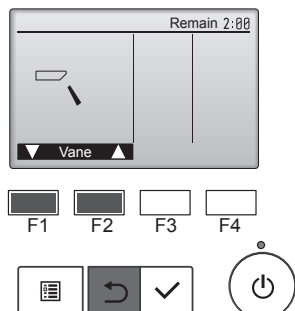

Fig. 7-4
- (2) Tryck på [VÄLJ] så att skärmbilden Bladfunktion visas, och tryck sedan på [F1] och [F2] för att kontrollera den automatiska fläktbladsfunktionen. (Fig. 7-4)